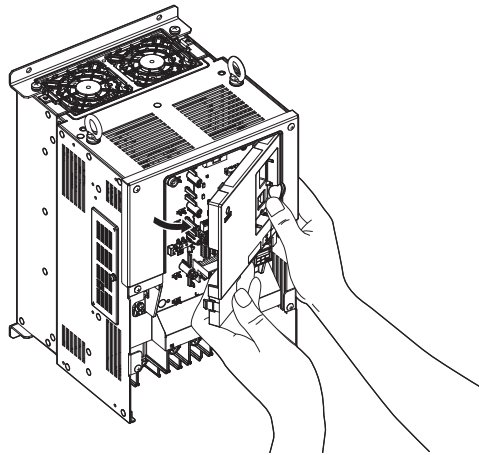

Figura 3.14 Quite la cubierta frontal (modelos 2A0106 a 2A0432 y 4A0056 a 4A0225)
4. Desenganche el lado izquierdo de la cubierta frontal, luego gire el lado izquierdo hacia usted como se indica en la Figura 3.14, hasta sacar la cubierta.